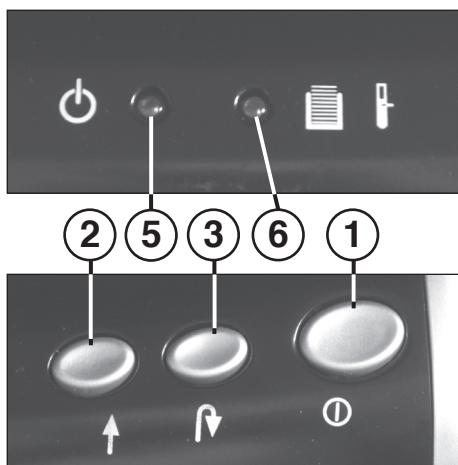

Fig. 1
- 1 = Tryckknapp „Driftsklar“ (Fig. 1)
- 2 = Framåtknapp (Fig. 1)
- 3 = Bakåtknapp (Fig. 1)
- 5 = Kontrollampa „Driftsklar“ (Fig. 1)
6 = Kontrollampa (röd / gul) (Fig. 1)
Slå på strömmen med tryckknappen (1) (Fig. 1). Kontrollampen (5) (Fig. 1) tänds.
När uppsamlingskärlet för papper är fullt stängs maskinen av. En signalton hörs. Kontrolllampen (6) (Fig. 1) tänds (röd).
- Drag ut uppsamlingskärlet (9) tillsammans med uppsamlingsskålen (10) ur apparathusets undre del.
- Signaltonen tyntnar. Kontrolllampen (6) (Fig. 1) släcknar.
Kom ihåg att koppla ifrån apparaten för natten. (Tryck på tryckknappen (1) (Fig. 1)).